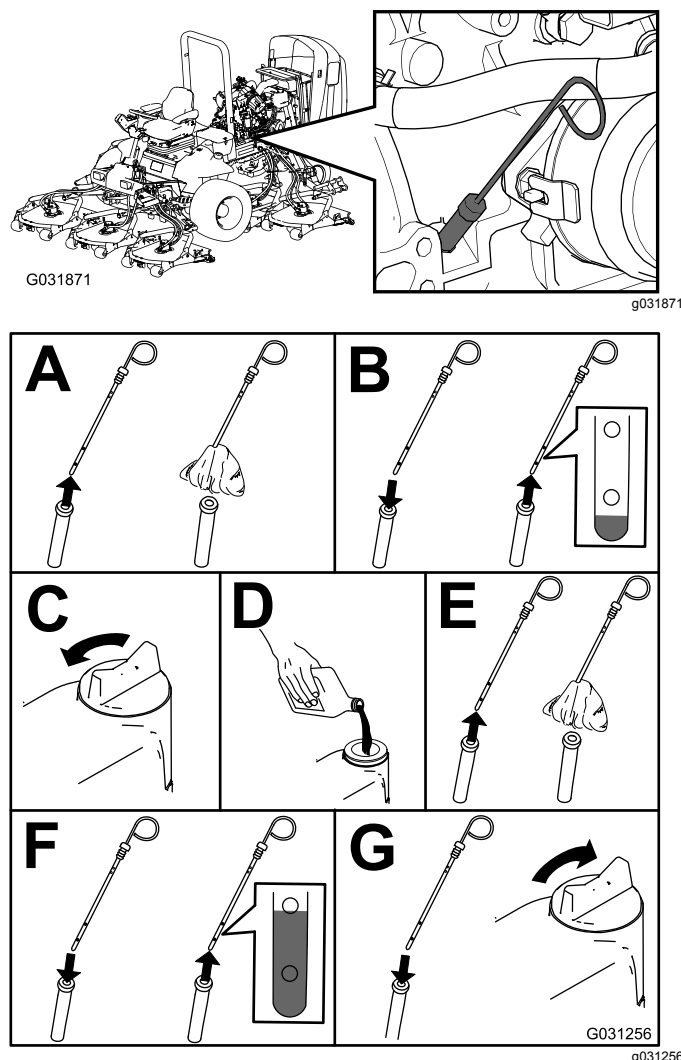

Figura 54
2. Compruebe el nivel de aceite del motor (Figura 54).